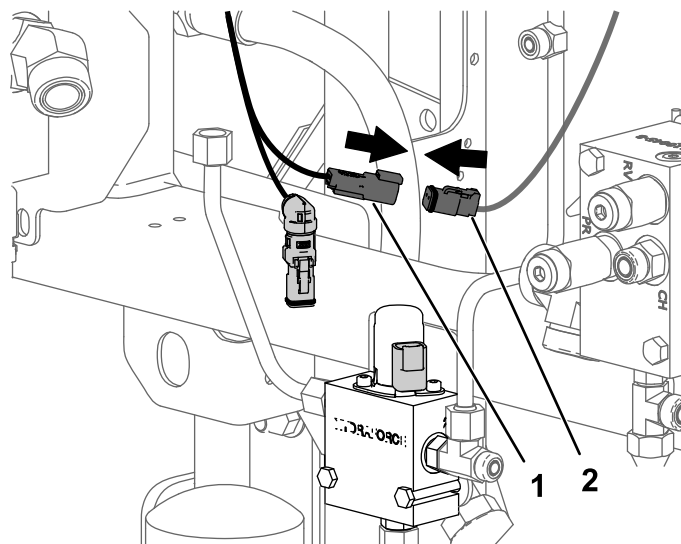

Figuur 29
10. Koppel de spoel af van de driewegverdeler (Figuur 29).